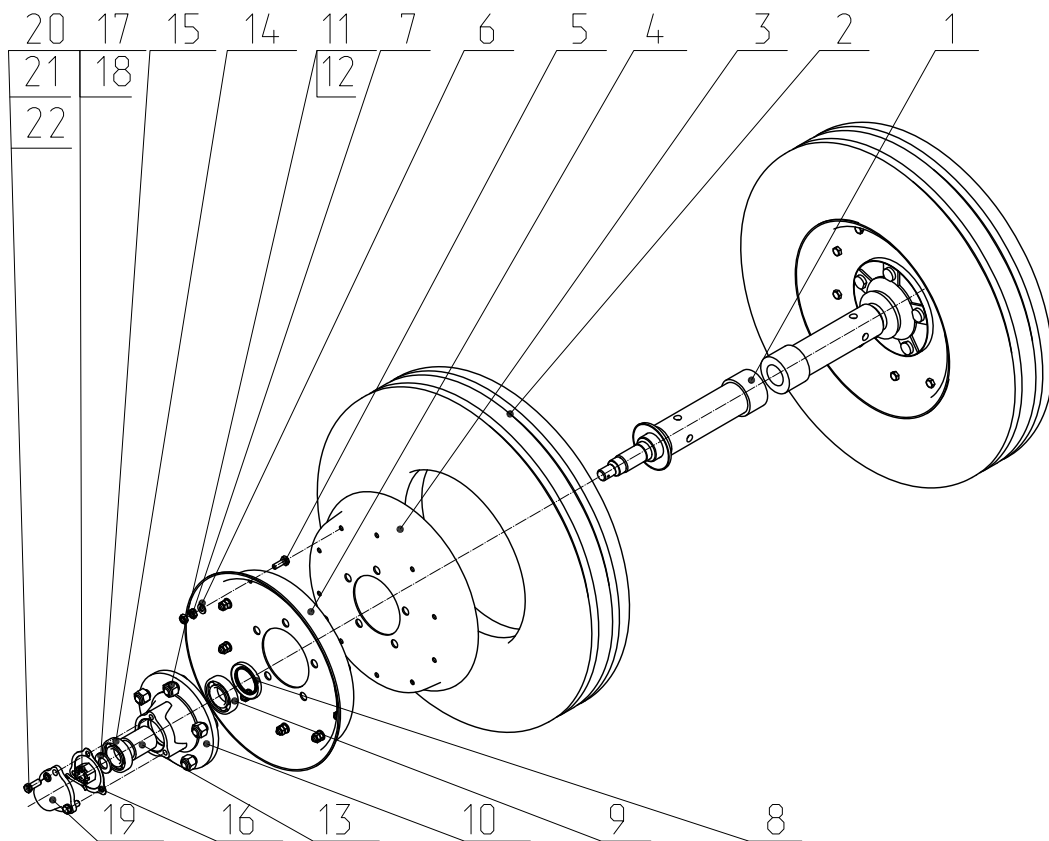

Рис.12. ЛДГ 03.050 Мост.
3.9. Мост (Рис. 12) является опорной частью снечи и предназначен для передвижения луцильника.